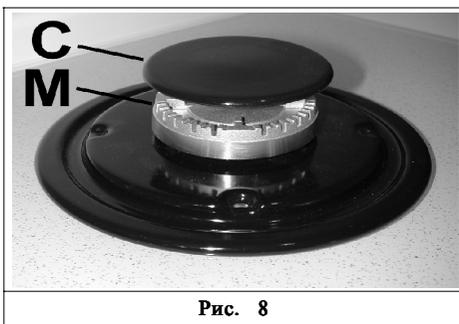

Рис. 8
Если Вы хотите, чтобы поверхность плиты всегда блестела, очень важно мыть ее после каждого использования, используя теплую воду с мылом. Затем ее следует вымыть чистой водой и вытереть насухо. Таким же образом следует мыть эмалированные решетки, эмалированные крышки рассекаателя "С" и гнезда конфорок "Т" (см. рис. 8).
- Проверить, чтобы отверстия гнезд газовых конфорок "М" (рис. 8) не были засорены посторонними предметами.
- Проверить, чтобы эмалированная крышка рассекаателя "С" (рис. 8) была правильно установлена на гнезде конфорок. Правильно установленная крышка прочно держится на месте.